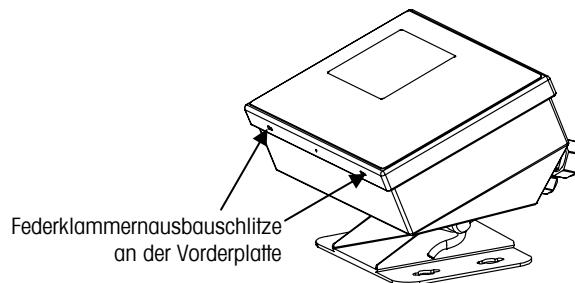

Abbildung 2-1: Zugriff auf das IND310drive-Terminal
1. Die Spitze eines Flachkopfschraubendrehers in einen der beiden Schlitz (siehe Abbildung 2-1) einführen, die sich an der Unterseite der Vorderplattenbaugruppe befinden, und vorsichtig nach innen zum Gehäuse hin drücken. Wenn sich die Abdeckung löst, ist ein knackendes Geräusch zu hören.